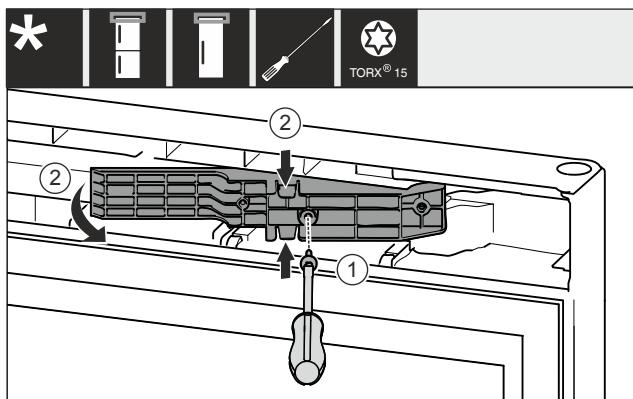

Fig. 12 \*
- Odvijačem T15 otpustite vijke. Fig. 12 (1)\*
- Izvadite adapterski element. Fig. 12 (2)\*